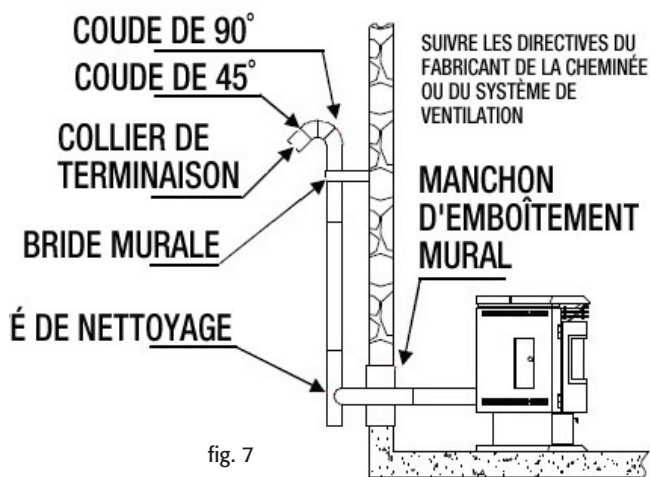

fig. 7
4. Consultez la fig. 7 pour l'installation.